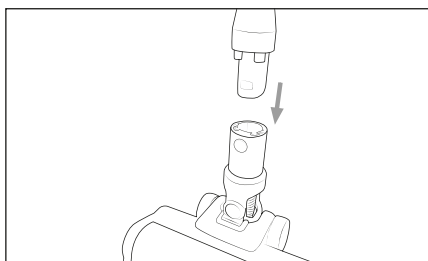

Fig. 2
- 2) Monte o tubo de aspiração 23 na escova para chão 20, encaixando-o até ouvir um estalido (ver fig. 2).